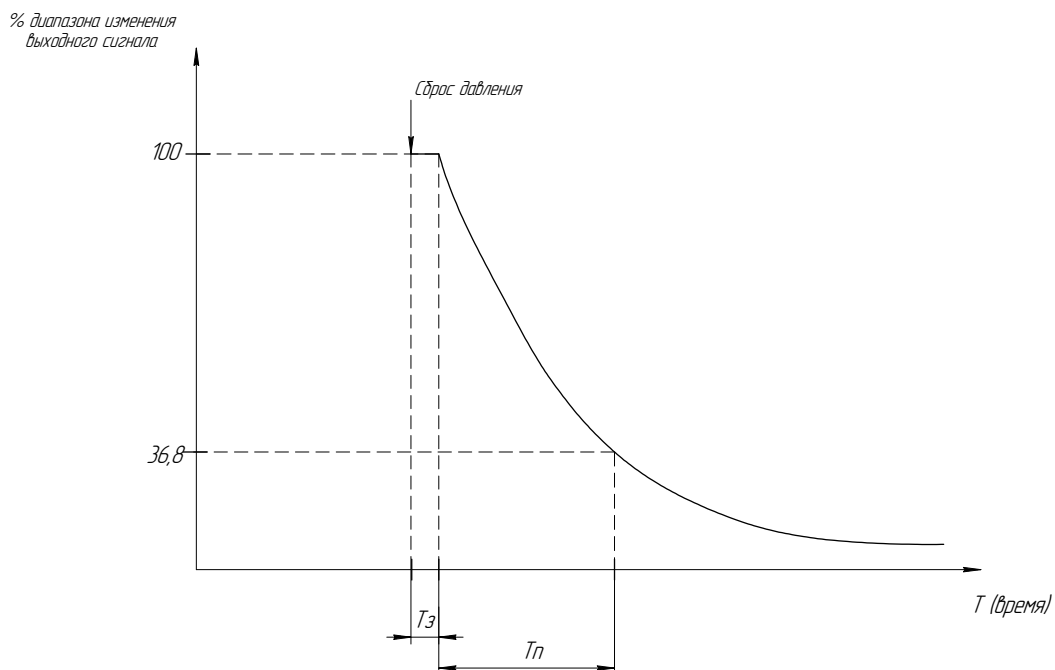

Рисунок 1
1.2.21 Время установления аналогового выходного сигнала датчика ($T_{уст}$) при скачкообразном изменении измеряемого параметра, составляющем 63,2 % от диапазона измерений (см. рисунок 1) определяется временем задержки (T_3), постоянной времени переходного процесса ($T_{п}$).